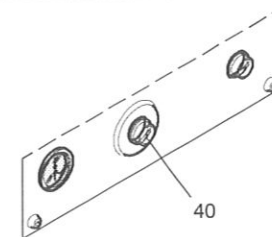

fig. 4.9
- 16 Ripristinare, se necessario la caldaia, agendo sul pulsante di ripristino (40 in fig. 4.9).